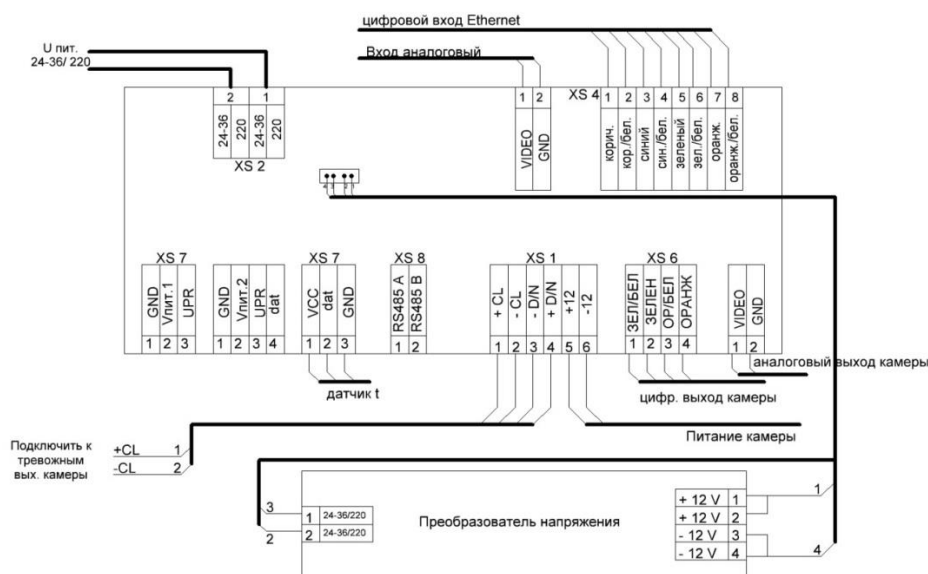
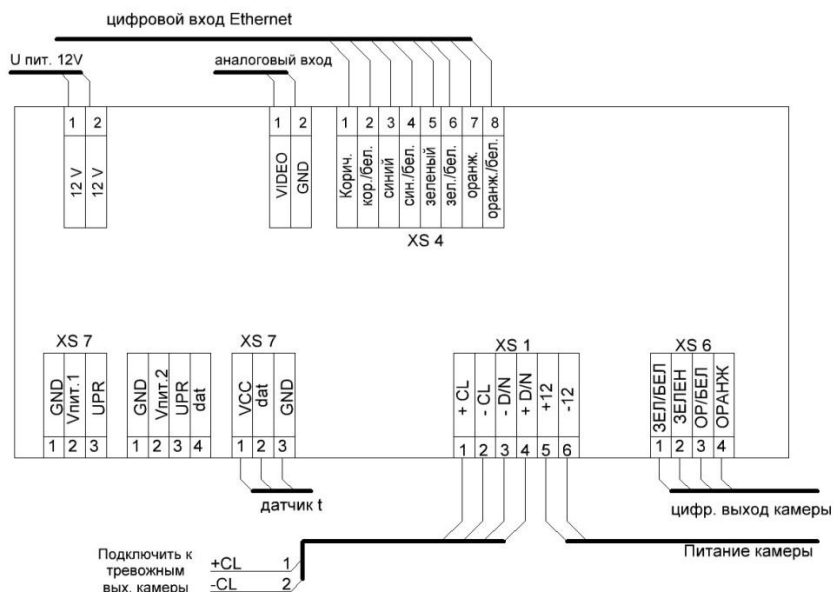

Рисунок 4.3 – Схема подключения термокожуха с напряжением питания 24–36 постоянного/переменного тока или 220 В переменного тока
Рисунок 4.4 – Схема подключения термокожуха с напряжением питания 12 В постоянного тока
5. Подключите питание и сигнальный выход видеокамеры к электронной плате термокожуха согласно схеме подключения (Рисунок 4.3, Рисунок 4.4).
7. Подключите видеовыход камеры к входу монитора с входным сопротивлением 75 Ом (Рисунок 4.3, Рисунок 4.4).